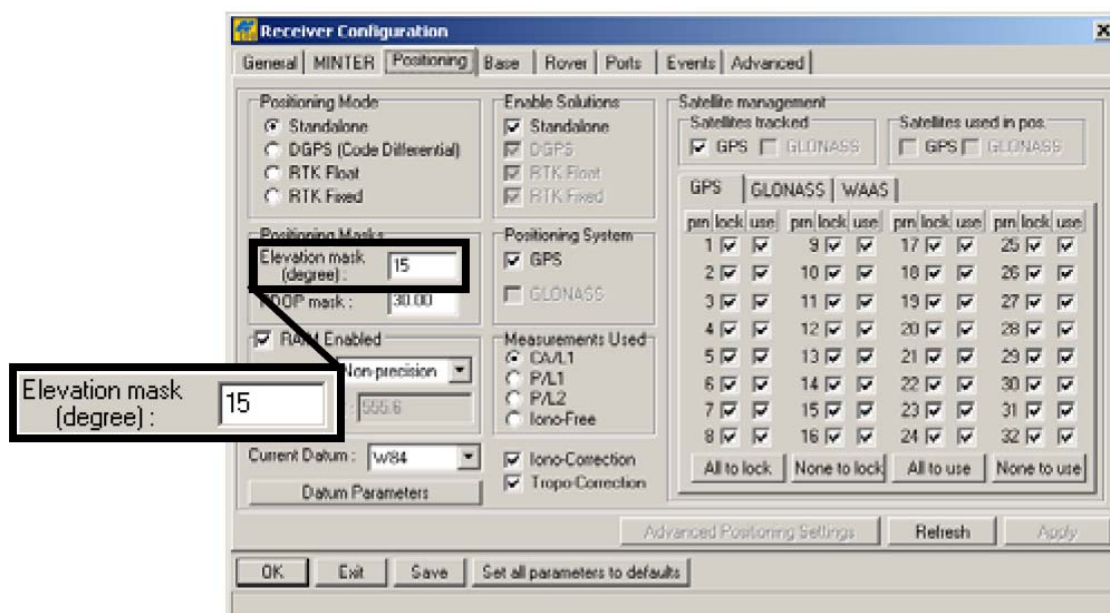

Рисунок 3-11. Установка минимального угла места
8. Выберите вкладку **Positioning (Местопределение)** и установите значение поля **Elevation Mask (Минимальный угол места)** – 15 градусов (см. рис. 3-11), после чего щелкните на кнопке **Apply (Применить)**.